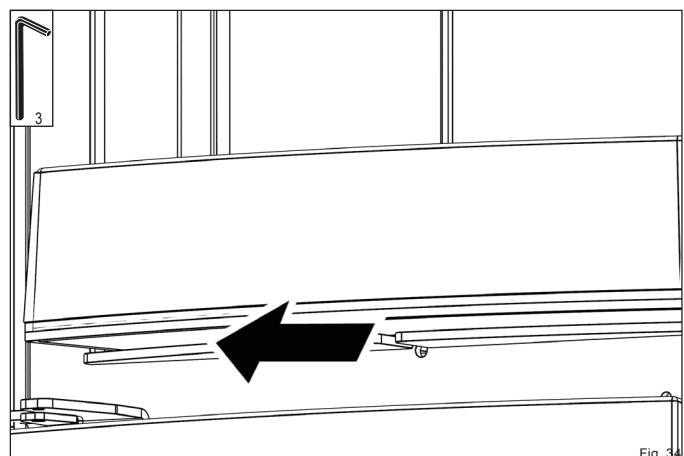

Fig. 34
- Desserrez la vis sans tête de maintien de la sole foyère (Fig. 34)